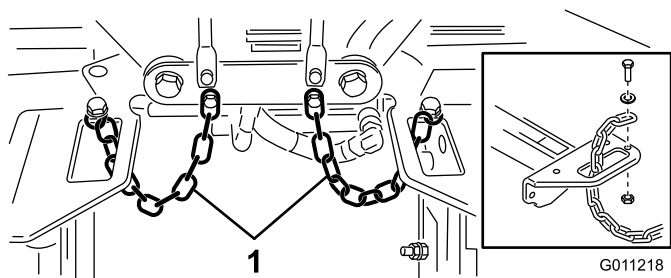

Figura 19
4. Faça passar uma corrente de controlo pela ranhura na extremidade de cada estrutura de suporte. Fixe a corrente de controlo à parte superior da estrutura de suporte com um parafuso, uma anilha e uma porca de bloqueio (Figura 19).